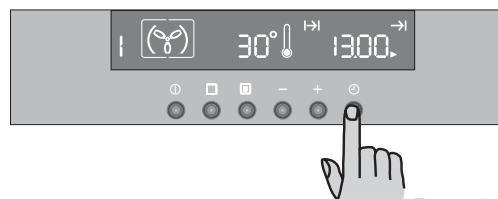

Рис. 14
- 2) Нажимайте кнопку ⊕ до тех пор, пока функция “окончание приготовления” → не будет выбрана и не замигает соответствующий символ. На дисплее высветится время окончания приготовления (то есть, текущее время + продолжительность приготовления - Рис. 14).